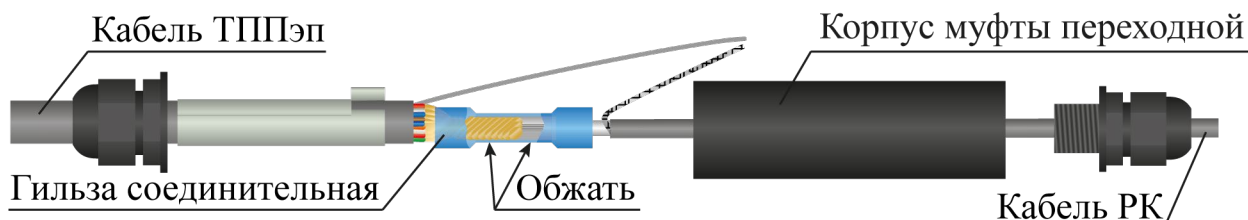

Рисунок 4.23
- в ответное отверстие гильзы вставить зачищенные концы кабеля ТППЭп. Гильзу обжать с помощью специального инструмента со стороны кабеля ТППЭп (рисунок 4.23);